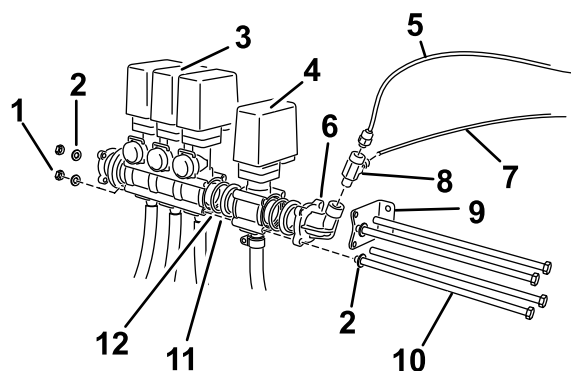

Figura 5
4. Individuate il gruppo valvola dell'avvolgitubo nelle parti sciolte e montatelo in linea con le valvole preesistenti (Figura 5).
6. Ricollocate la staffa sul gruppo valvola estremo in corrispondenza dei due fori del riduttore del raccordo a gomito più vicini alla staffa di montaggio della valvola della barra (Figura 5).
7. Inserite i due bulloni lunghi (M8 X 260 mm) nella staffa di montaggio, in corrispondenza dei fori superiore e inferiore del corpo della valvola dell'avvolgitubo e della valvola di bypass della barra, più vicini alla guida di montaggio (Figura 5).
valvola in corrispondenza dei fori liberi nei corpi delle valvole (Figura 5).
13. Montate i raccordo a T (Figura 5).